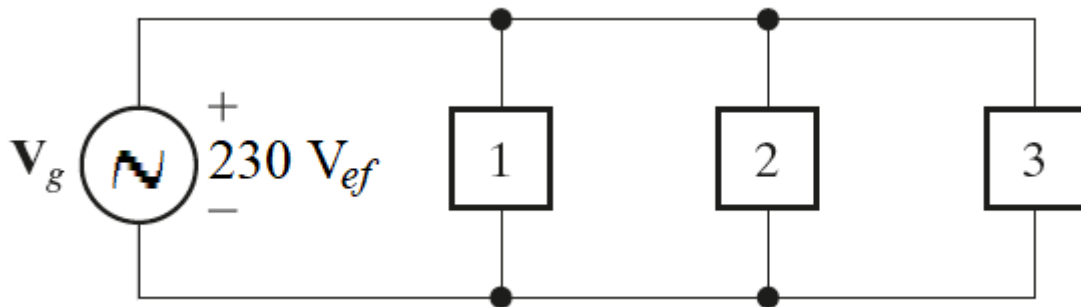

Fig. 2: Circuito referente à Questão 2.
2. Considere o circuito da Fig. 2, onde 3 cargas são alimentadas por uma fonte de tensão alternada sinusoidal. Conhecem-se as 3 cargas através das seguintes características: